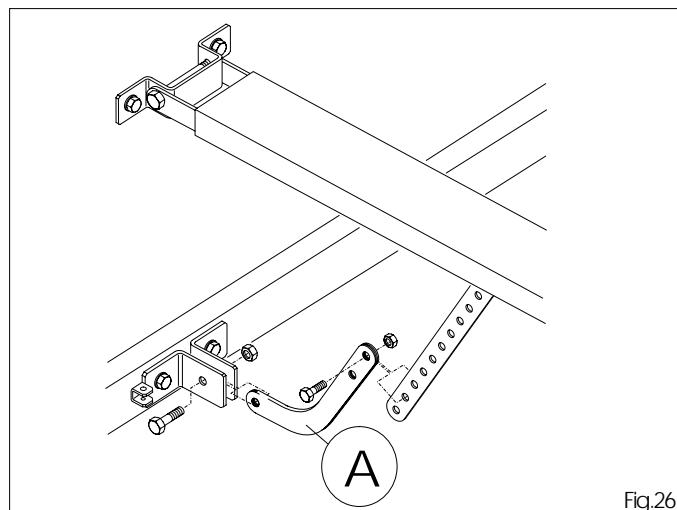

Fig.26
6.25 Pour les portes sectionnelles qui le requièrent, monter sur le raccord le bras indiqué sur la figure 26 réf. A et continuer à partir du point 6.18.